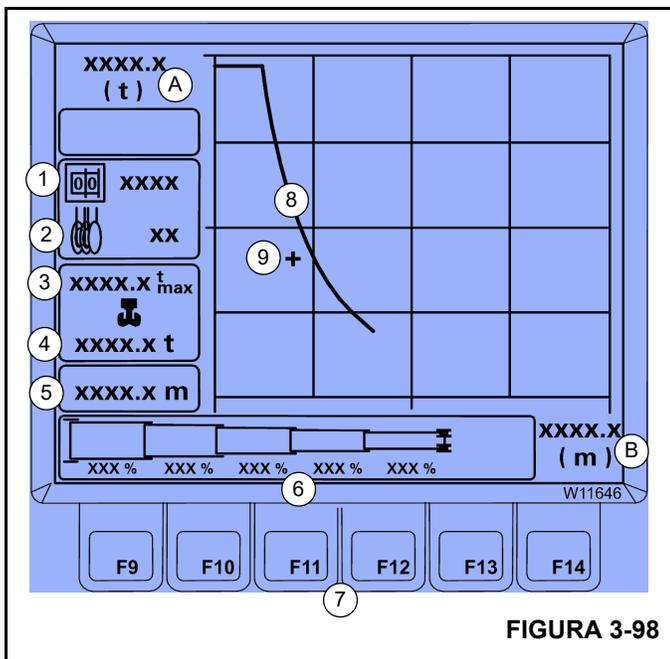

FIGURA 3-98
La curva (8, Figura 3-98) visualiza la gama de trabajo permisible para el código de RCL introducido (1) y el estado de telescopización (6).